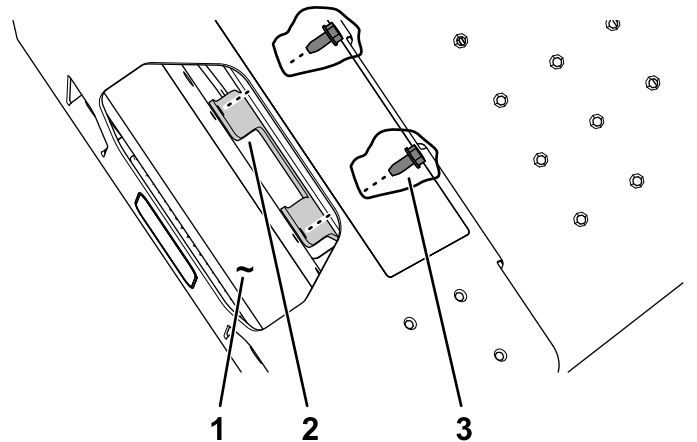

Bild 3
3. Wenn Sie eine Maschine mit einer **Standardplattform** haben, montieren Sie die vordere Lampenhalterung mit den zwei Gewindeschrauben (5/16" x 3/4"), die dem Kit beiliegen, am Vorderachsenrohr (**Bild 3**).